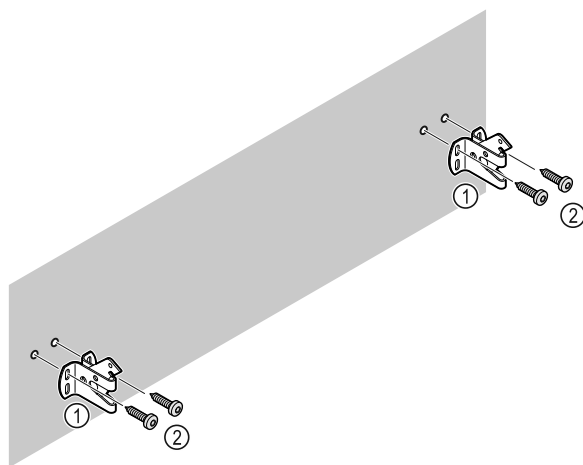

Fig. 10
Afhankelijk van de eigenschappen van de wand (hout, beton) geschikt bevestigingsmateriaal (bijv. pluggen) en voldoende bevestigingspunten gebruiken Fig. 10 (2).
- Borghaken bevestigen. Fig. 10 (1)